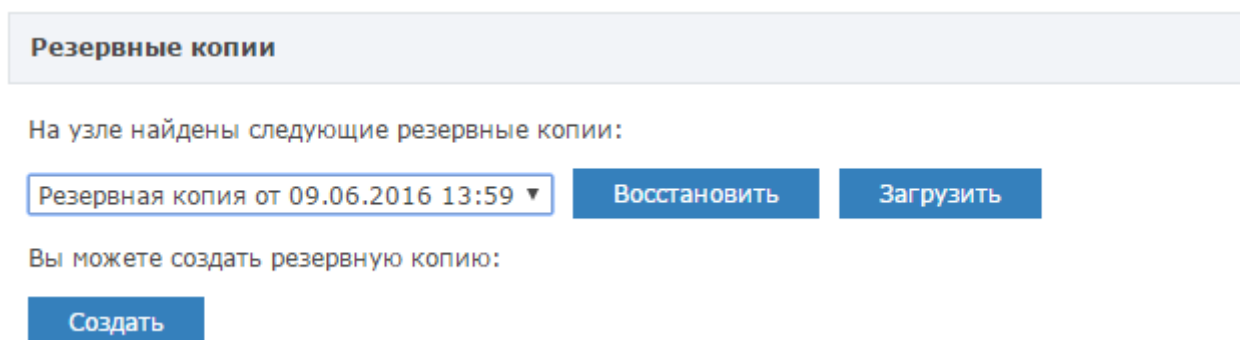

Рисунок 9.47 — Кнопка **Обновление ПО**
2. В блоке **Резервные копии** (рисунок 9.47) нажмите на кнопку **Создать**.